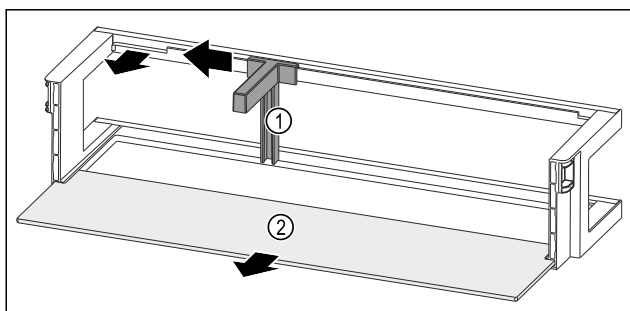

Fig. 147 Vratna polica z držalom za steklenice in odlagalno polico
- Držalo za steklenice Fig. 147 (1) potisnite povsem na stran do odprtine.
- Odstranite držalo za steklenice Fig. 147 (1).
- Odstranite polico za odlaganje Fig. 147 (2).